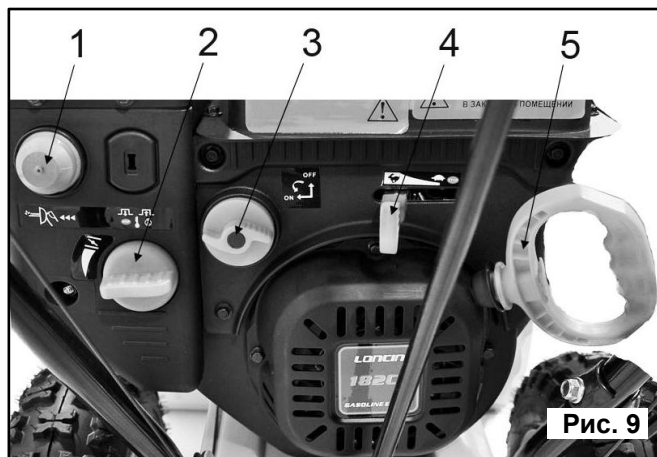

Рис. 9
- Установите рычаг крана подачи топлива (3)(См. Рис.9) в положение «Открыто» (ON).
- Поставьте рычаг привода воздушной заслонки (2) (См. Рис. 9) в следующее положение:
- Установите рычаг управления скоростью движения (дроссельной заслонки) (4) (См. Рис. 9) в максимальное положение «Заяц» (влево).
- Нажмите несколько раз на кнопку ручной подачи топлива (1) (См. Рис. 9), что бы накачать топливо в камеру сгорания карбюратора.
- 5.1.2. Возьмите крепко в руки пусковую рукоятку (5) (См. Рис.9). Крепко удерживая ее в руках, плавно потяните шнур стартера, пока барабан стартера не войдет в зацепление с собачками храпового механизма.
- 5.1.4. Плавно, не отбрасывая рукоятку, опустить руку, позволив шнуру вновь вернуться в барабан (См. Рис.9)
- Установите рычаг управления скоростью движения (дроссельной заслонки) (4) (См. Рис. 9) в положение «Черепашка» (вправо).